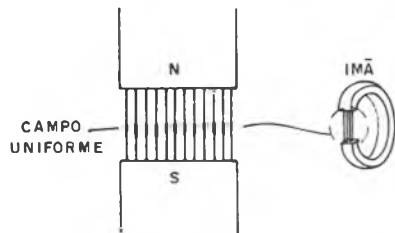

FIGURA 11
a) O material "dispersa" as linhas de força do campo magnético, conforme mostra a figura 11.